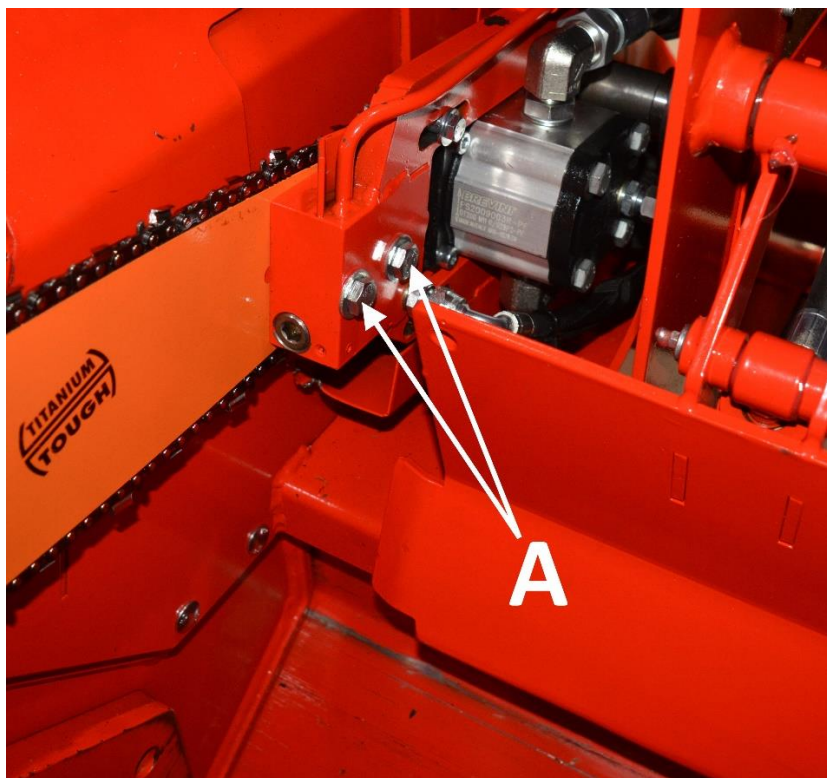

Bild 30.
2. Lösgör svärdets fästbultar A på bild 30.